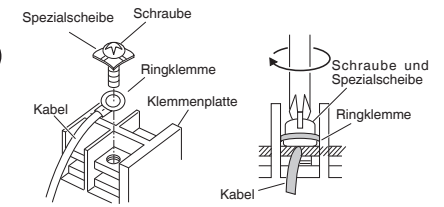

Abb. 4-8
- Die Ringklemme aufschieben, dann die vorher abgenommene Klemmschraube mit dem Schraubendreher wieder festziehen. (Abb. 4-8)